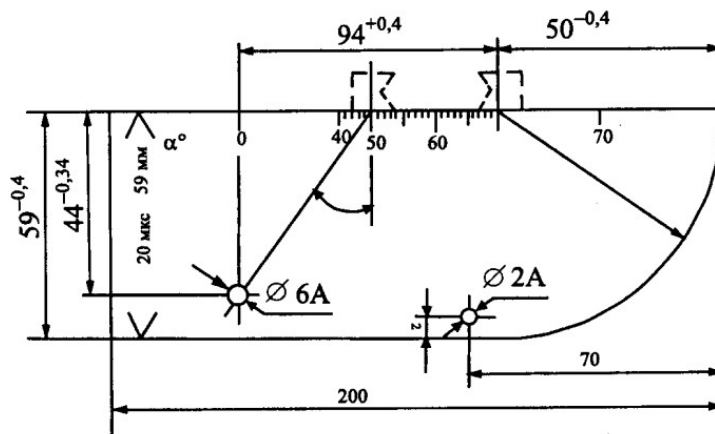

Рисунок 3. Стандартный образец СО-3Р
3. На эскизе (рис. 3) дать схему стандартного образца ЗР, который используется при контроле сварных стыков рельсов дефектоскопом со встроенным аттенюатором (РДМ-3) для настройки прибора на условную чувствительность, определение точки выхода и угла ввода луча, проверку «мертвой» зоны.